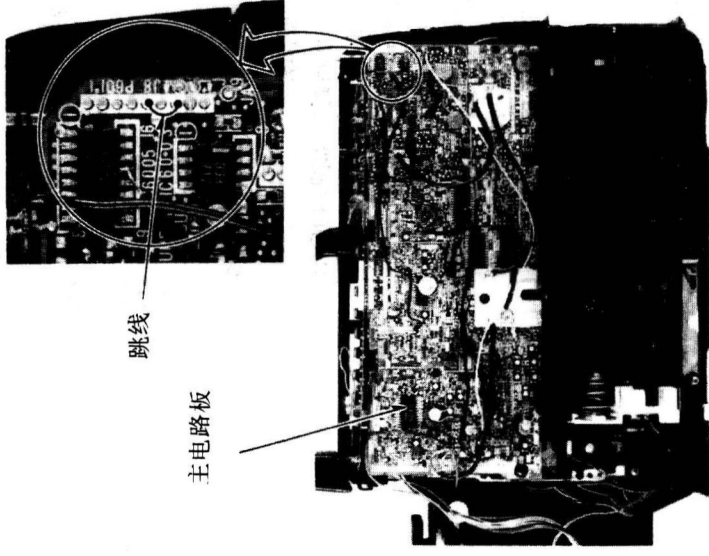

图 79
- ① 拆卸外壳;
② 用跳线连接 P6011 脚 5 与地, 如图 79 所示;
③ 用线路适配器 (VW-KM3), 将视频信号和音频信号送至视频部分。